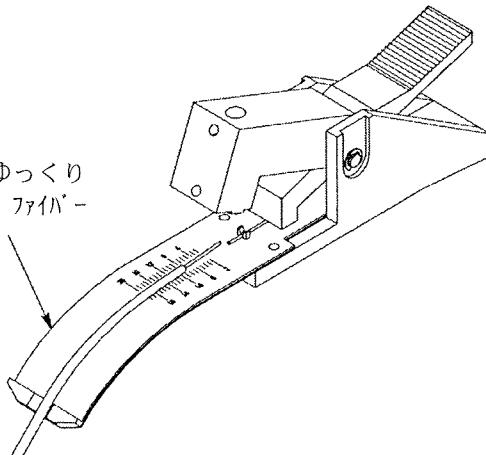

Fig.4 : 壓着
#### C. 压着(Fig.4 と 5)
1. ケーブル・ホルダー・アッセンブリのケーブル・クランプを開き、クランプの内側にバッファを置きます。(切断された端部がコネクタ側に向いた状態)。ケーブル・ホルダー・アッセンブリのアームの前部が、ファイバーの端部と平行になるようにバッファを動かして、バッファを保持したままクランプを閉じます。Fig.4、詳細 A を参照して下さい。
2. ファイバーが内部で突き当たるまで、注意してコネクタ・アッセンブリのプランジャに挿入します。バッファの残りのマークが、確実にプランジャに入るようになります。(マークがプランジャに入らない場合、ファイバーを再度剥がす必要があります)バッファが湾曲することにより(その反発力で)、挿入されたファイバーの端面が、内部のファイバーの端面に押し付けられます。Fig.4、詳細Bを参照して下さい。
4. コネクタ・アッセンブリをケーブル・ホルダー・アッセンブリに留めたまま、フロント・ダイの上部くぼみにフェルールが、又リア・ダイの上部くぼみにプランジャがくるようにします。Fig.4、詳細Cを参照して下さい。
注意：フロント・ダイに記された矢印は、コネクタがそのくぼみに配置された時、フェルールが向く方向を示しています。正しく配置し、ファイバーへの損傷を避けるため、矢印の方向を守る必要があります。Fig.4、詳細C及びFig.5、詳細Aを参照して下さい。
#### C.圧着(Fig.4 と 5)
1. ケーブル・ホルダー・アッセンブリのケーブル・クランプを開き、クランプの内側にファイバーを入れます。(切断された端部がコネクタ側に向いた状態)。ケーブル・ホルダー・アッセンブリのアームの前部と平行になるようファイバーの端部を引き、ファイバーを保持したままクランプを閉じます。Fig.4、詳細 A を参照して下さい。
2. ファイバーが内部で突き当たるまで、注意してコネクタ・アッセンブリのプランジャに挿入します。ファイバーの残りのマークが確実にプランジャに入るようになります(マークがプランジャに入らない場合、ファイバーを再度剥がす必要があります)。ファイバーが湾曲することにより(その反発力で)、挿入されたファイバーの端面が内部のファイバーの端面に押し付けられます。Fig.4、詳細 B を参照して下さい。
4. コネクタ・アッセンブリをケーブル・ホルダー・アッセンブリに留めたまま、フロント・ダイの上部くぼみにフェルールが、又リア・ダイの上部くぼみにプランジャがくるようにします。Fig.4、詳細 C を参照して下さい。
注意：フロント・ダイに記された矢印は、コネクタがそのくぼみに配置された時、フェルールが向く方向を示しています。正しく配置し、ファイバーへの損傷を避けるため、矢印の方向を守る必要があります。Fig.4、詳細 C 及び Fig.5、詳細 A を参照して下さい。